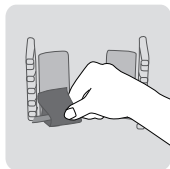

Рис. 1
Автокресло можно установить в 4 разных положения при использовании в положении «по ходу движения» (см. рис. 1, 2, 3, 4).
- **76–105 см и весом не более 18 кг:** установка по ходу движения (лицом вперед), используйте первый – четвертый уровни. (Рис. 1–4)
- **100–150 см:** установка по ходу движения (лицом вперед), первый уровень. (Рис. 1)
- 1. Направление против хода движения (Рис. 1):** необходимо использовать направление против хода движения для ребенка ростом от 40 до 105 см и до достижения ребенком возраста в 15 месяцев.
Ослабьте натяжение 5-точечной системы ремней безопасности и снимите петли ремней с фиксирующей оси крепления. Скрутите и спрячьте сбоку под чехлом, чтобы они не мешали ребенку. (Рис. 1)